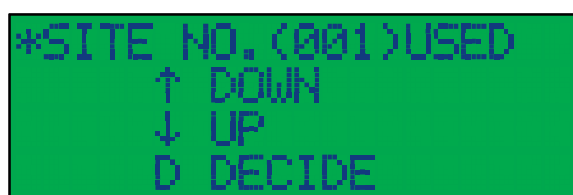
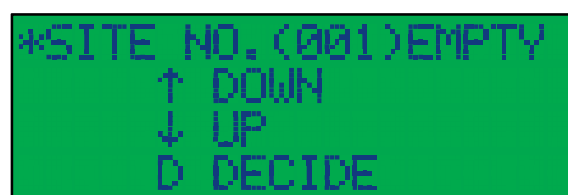

図 7.1-1 USED 表示例
図 7.1-2 EMPTY 表示例
- SITE 内にデータが記録されている場合は USED(図 7.1-1)と表示され、データが記録されていない場合には EMPTY(図 7.1-2)と表示されます。